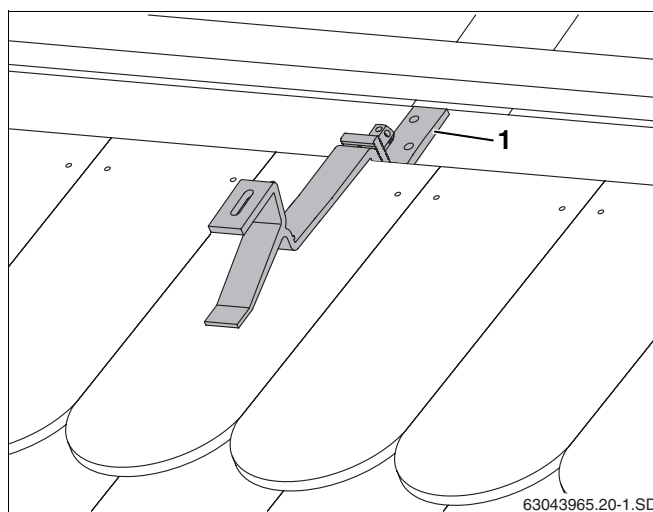

Fig. 18 Gancho de tejado montado
- ▶ Deslice hacia abajo la parte inferior del gancho de tejado hasta que éste descansa sobre el cabrio o sobre la tabla/el tablón (fig. 18, **pos. 1**).